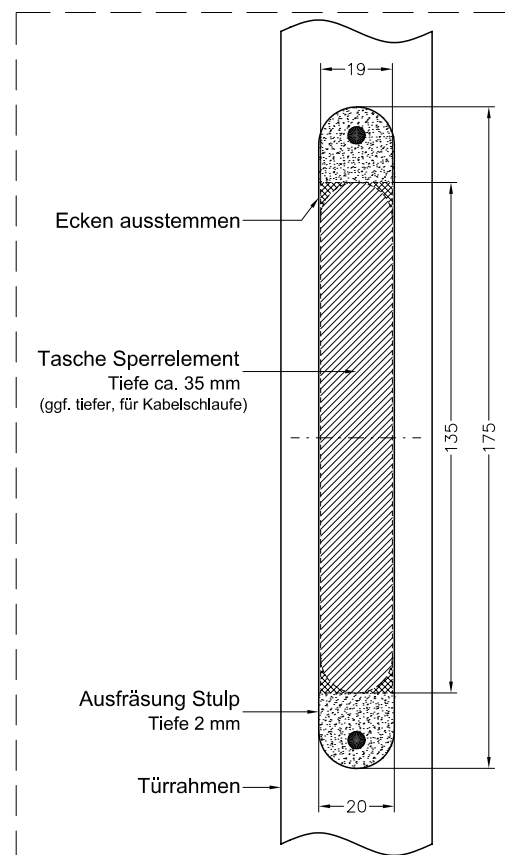
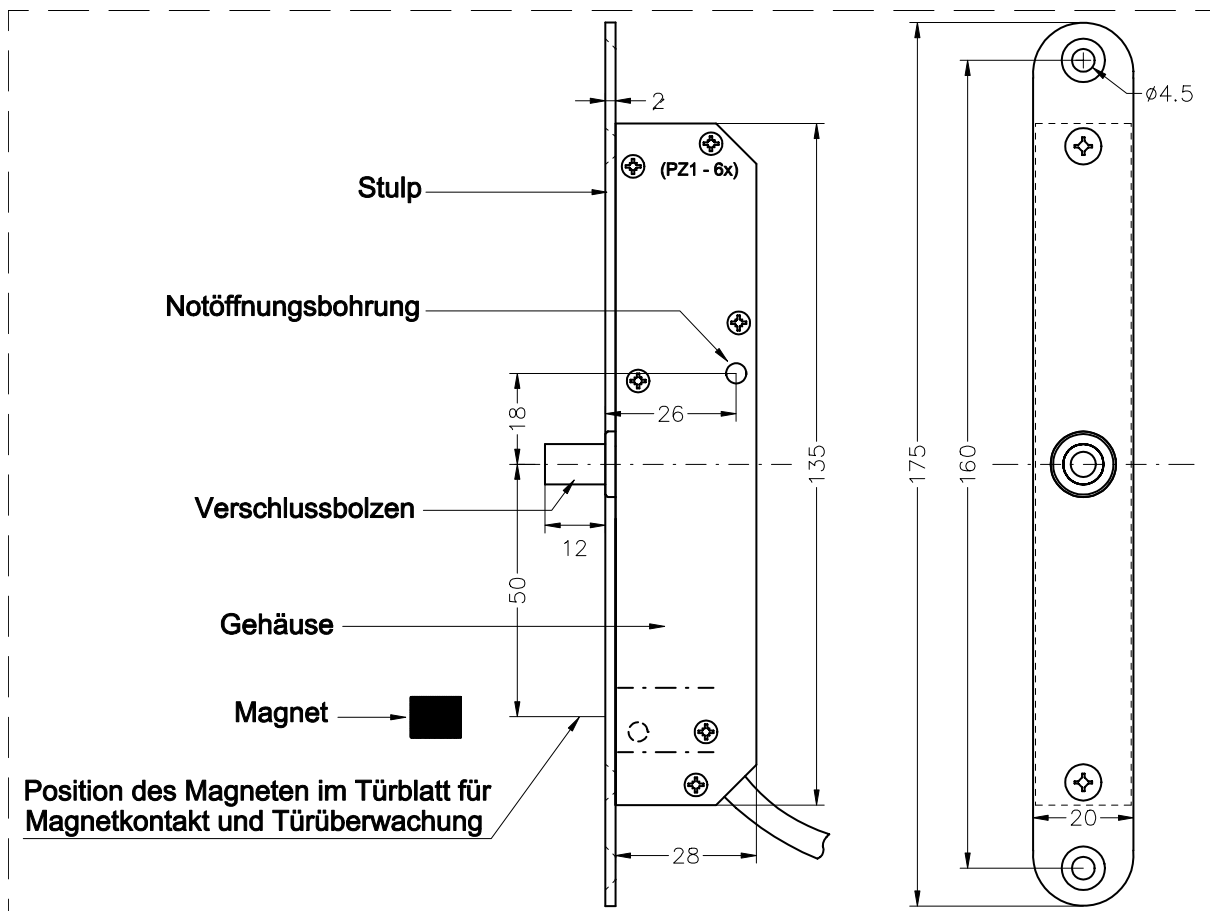

Abbildung 2-1 - Montage Sperrelement
Abbildung 2-2 - Einbaumaße Sperrelement
Die exakten Einbaumaße sind der *Abbildung 2-1* und *Abbildung 2-2* zu entnehmen. Nähere Angaben zur Notöffnung sind unter *Kapitel 2.1.4* sowie *Kapitel 3* zu finden. Optional sind zur Montage des Sperrelementes Winkelstulp, Aufbaugehäuse / Gegenstück und weiteres Zubehör verfügbar.
Die korrekte Position des Magneten kann der *Abbildung 2-2* entnommen oder mit Hilfe der beiliegenden Bohrschablone für den Magnetkontakt ermittelt werden.
- Nach Installation des Sperrelementes im Türrahmen mit Hilfe der Bohrschablone zur Notöffnungsbestimmung oder anhand der Einbaumaße aus *Abbildung 2-2* die Bohrung für die Notöffnung am Türrahmen markieren.